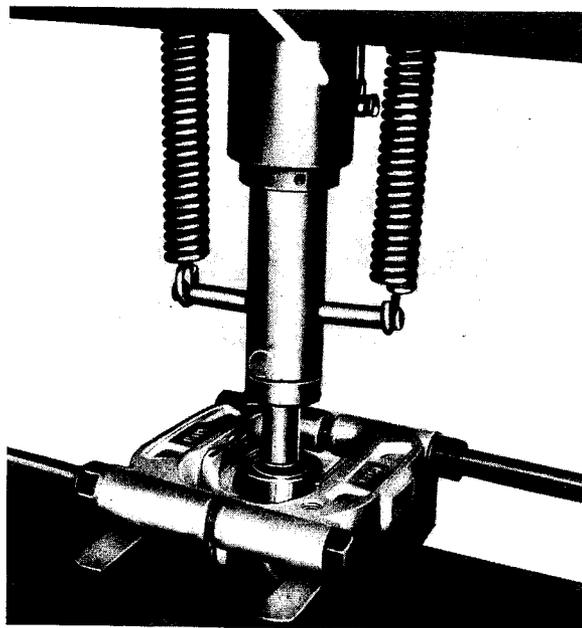

Fig. 25
- 4° Examiner l'état du roulement pilote et, éventuellement, le déposer au moyen d'une presse et d'un décolleur (fig. 25), après avoir déposé le circlip.